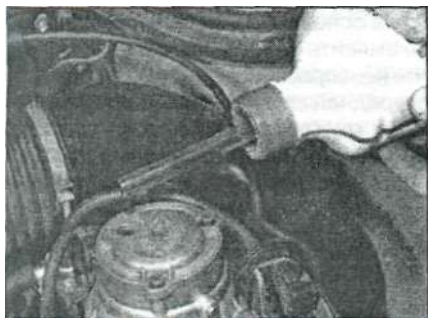

Рис. 1.2.38 Доливка масла в демпфер карбюратора Stromberg
- При необходимости долейте масло (**рис. 1.2.38**), вверните пробку и надежно затяните ее.